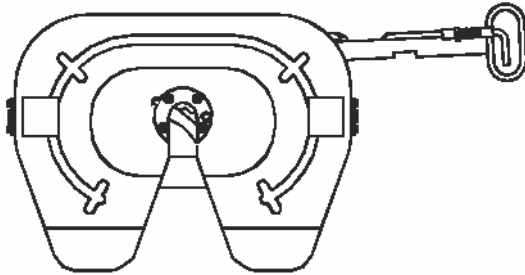

Abbildung 8 - Sattelkupplung in geöffneter Position
5. Zugmaschine langsam vom Anhänger wegfahren. Damit wird der Zuggriffriegel vom Block ausgeklinkt und die Sattelkupplung für das nächste Ankuppeln zurückgestellt (siehe Abb. 8).